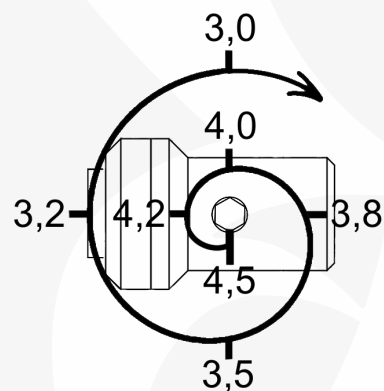

Fig 3: Valeurs approximatives de la course par tour de la vis de contact
- Continuez à ajuster par incréments de **1/4 de tour** pour atteindre des valeurs inférieures, telles que **3,25 mm** ou **3,0 mm**, selon vos besoins. (Fig. 3)